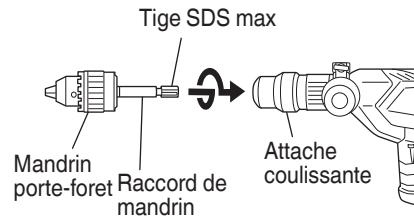

Fig. 15
- (1) Commutation sur "rotation + percussion" Pour commuter sur "rotation + percussion", procéder comme indiqué au point [3. Percage en "rotation + percussion"] à la page 23.
- (2) Fixation du raccord de mandrin sur le mandrin porte-foret (Fig. 15)